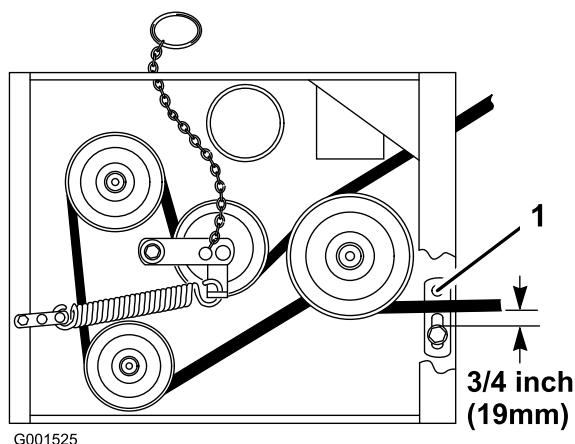

Figure 40
8. Vérifiez que le guide de courroie sous le bâti du moteur est réglé correctement (Figure 40).
Remarque: Le guide de courroie et la courroie du tablier de coupe doivent être espacés de 19 mm (3/4") quand la courroie est engagée (Figure 40). Réglez la courroie du tablier de coupe au besoin. La courroie désengagée ne doit pas traîner ni tomber de la poulie quand les guides et la tension de la courroie sont réglés correctement.